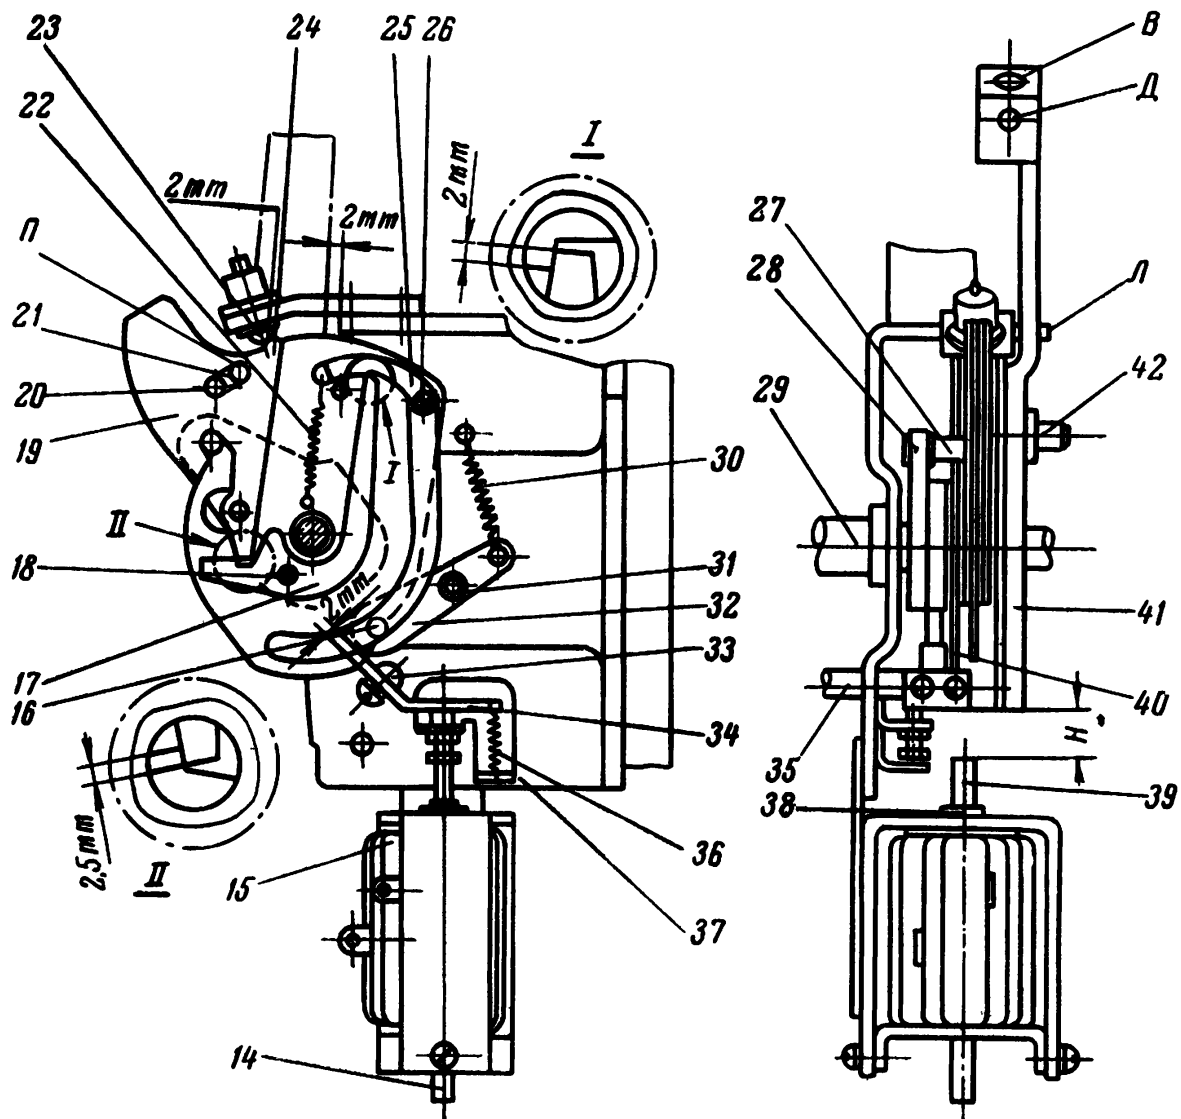

Рис. 10. Механизм свободного расцепления во включенном положении и независимый расцепитель
1. Нарушено зацепление зацепления собачки 34 с собачкой 32 (рис. 10)
1. Отрегулировать зацепление в соответствии с разделом 8 (рис. 10 и 11)